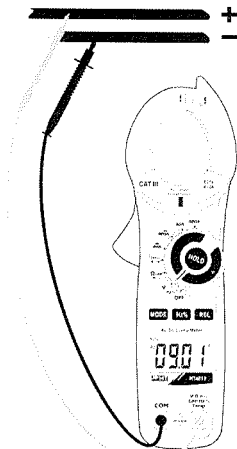

Abb. 2: Verwendung der Zange für Gleichspannungsmessung
2. Verbinden Sie die rote Messleitung mit der $V\Omega \rightarrow \rightarrow \rightarrow CAPHz\%Temp$ Eingangsbuchse, und die schwarze Messleitung mit der **COM** Eingangsbuchse (siehe Abb. 2).